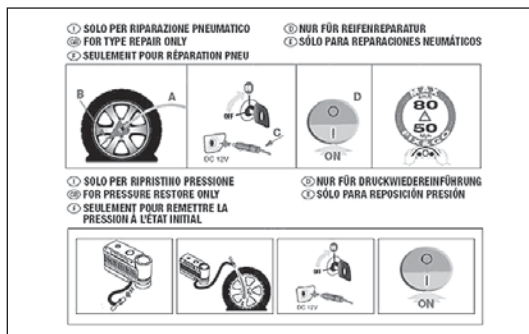

fig. 128
- ☐ dépliant d'information (voir fig. 128), pour bien utiliser le kit de réparation rapide, qu'il faudra ensuite présenter au personnel qui s'occupera du pneu traité ;